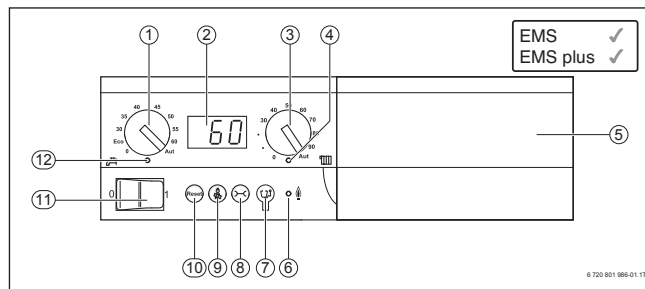

Bild 18 Anzeigen und Bedienelemente des Basiscontrollers Logamatic BC10 (z. B. Logamax plus GB162)
Der Basiscontroller Logamatic BC10 (→ Bild 18) ist die Grundbedieneinheit des Logamax plus GB162.
Der Logamatic BC10 enthält alle erforderlichen Elemente zur Bedienung der Heizungsanlage. Außerdem befindet sich am Logamatic BC10 ein Steckplatz für die Bedieneinheit RC300 (→ Bild 18, [5]), mit der weitere Funktionen einer komfortablen Regelung zur Verfügung stehen. Der BC10 verfügt über eine BUS-Schnittstelle EMS, über die er mit dem Regelsystem Logamatic EMS plus kommuniziert.
- Warmwasser-Temperatureinstellung (→ Bild 18, [1], Seite 48)
- Statusanzeige und Störungsdiagnose in einem LC-Display (→ Bild 18, [2], Seite 48)
Der Notbetrieb wird aktiviert (nur für den Heizbetrieb), indem die Taste „Schornsteinfeger“ länger als 8 Sekunden gedrückt wird (→ Bild 18, [9], Seite 48). Der aktivierte Notbetrieb wird durch Blinken des letzten Dezimalpunkts angezeigt. Die eingestellte Kesseltemperatur wird permanent gefahren.
- Kesselwasser-Temperaturbegrenzung (→ Bild 18, [3], Seite 48)
- LED-Anzeige „Wärmeanforderung Warmwasser und Heizung“ (→ Bild 18, [4], Seite 48)
- LED-Anzeige „Brennerbetrieb“ (→ Bild 18, [6], Seite 48)
- Anschlussbuchse für Diagnosestecker zur Anbindung eines Laptops (→ Bild 18, [7], Seite 48)
- Taste „Statusanzeige“ zum Umschalten des Displays auf unterschiedliche Funktionen (→ Bild 18, [8], Seite 48)
- Taste „Schornsteinfeger“ für Abgastest und Handbetrieb (→ Bild 18, [9], Seite 48)
- Taste „Reset“ zur Entstörung des Brenners bei verriegelnden Störungen (→ Bild 18, [10], Seite 48)
- Ein- und Ausschalten des Kessels und aller im Kessel eingebauten Module über einen Hauptschalter (→ Bild 18, [11], Seite 48)
- LED-Anzeige „Warmwasserbereitung“ (→ Bild 18, [12], Seite 48)